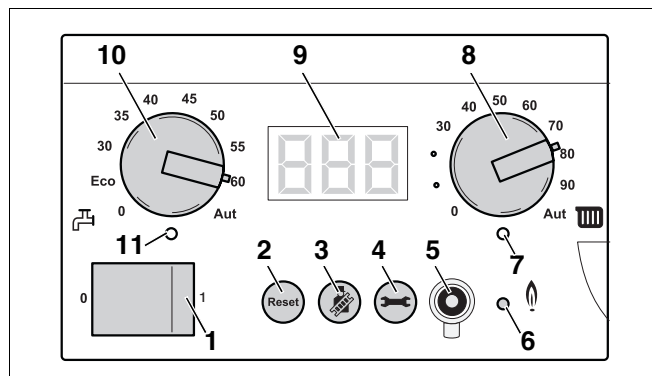

Рис. 123 Главный регулятор BC10
- Включить отопительную установку с помощью пускового выключателя главного регулятора Logamatic BC10 (рис. 123, **поз. 1**).